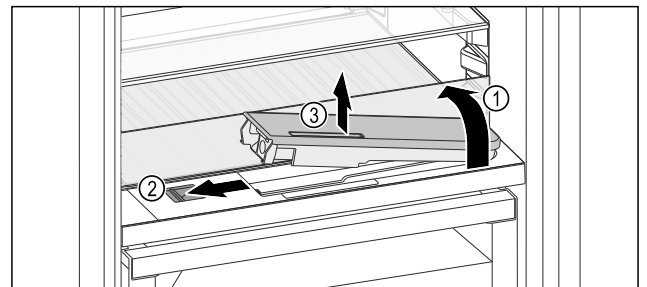

Fig. 122
- ▶ Glasplatte anheben und bis zum Anschlag nach hinten klappen Fig. 122 (1).
- ▶ Schieber Fig. 122 (2) nach links schieben.
- ▶ Wassertank entnehmen Fig. 122 (3).